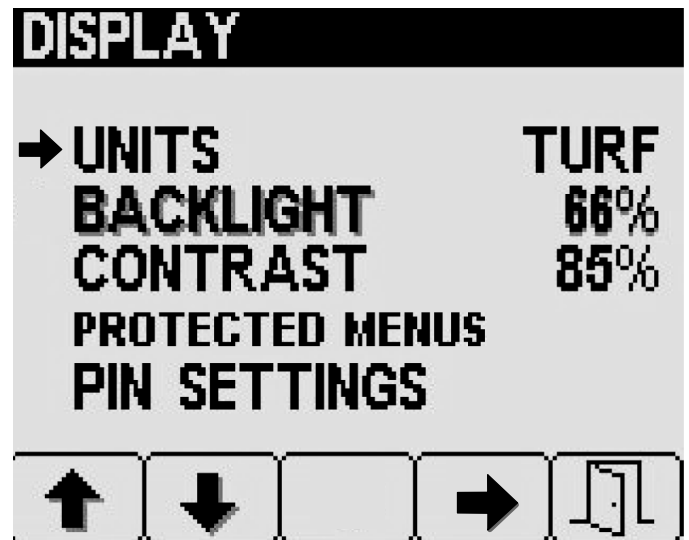

Figure 27
2. Dans l'écran Affichage, appuyez sur le bouton 1 ou 2 pour naviguer jusqu'à l'option Unités, puis appuyez sur le bouton 4 pour la sélectionner (Figure 27).